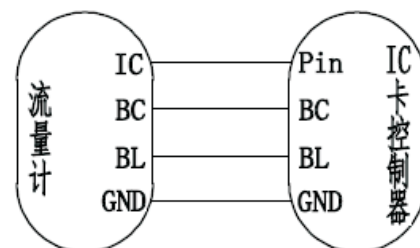

图9-2 定标脉冲信号输出接线图
7.4.2定标脉冲信号输出，可配套IC卡控制器（见图9-2）